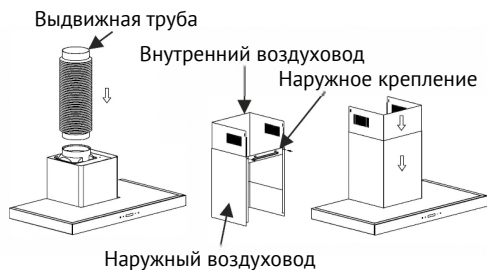

Рис. 3
3. Закрепите кронштейн наружного воздуховода и убедитесь, что внутренняя труба может свободно регулироваться по высоте, а также закрепите выдвижную трубу. После этого установите выдвижную трубу и воздуховод на вытяжку. См. рис. 3.